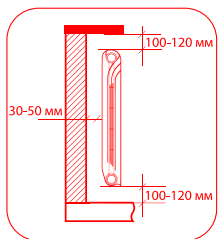

рис. 1
1. Для эффективной работы радиатора необходимо соблюдать монтажные требования, указанные на рис. 1.